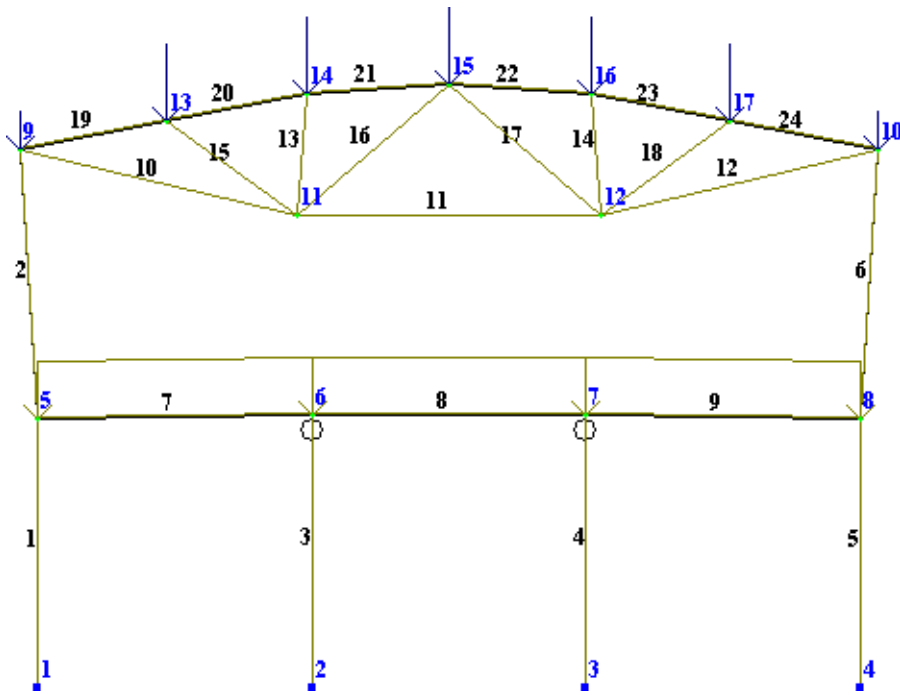

Рис.3.31. Расчетная схема с учетом перемещений узлов Вывод на экран эпюр
- В режиме просмотра результатов расчета по умолчанию расчетная схема отображается с учетом перемещений узлов (рис.3.31). Для отображения схемы без учета перемещений узлов щелкните по